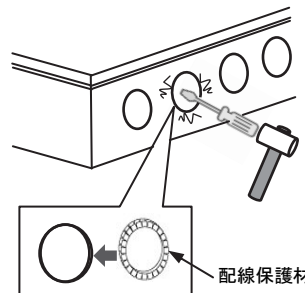

図2
- 取り付け位置を決め、使用するロックアウト穴をあけてください。（ロックアウト穴は、マイナスドライバー先を当ててハンマーでたたいてください。）（図2参照）